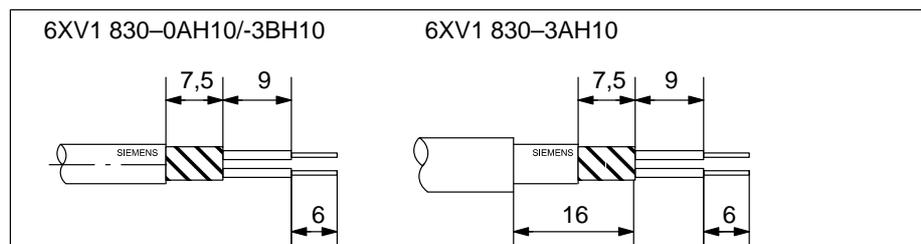

Figura 3-15 Lunghezza dell'isolamento da eliminare per il collegamento al connettore 6ES7 972-0B.10-0XA0
2. procedere alla spellatura del cavo come rappresentato in figura 3-15.